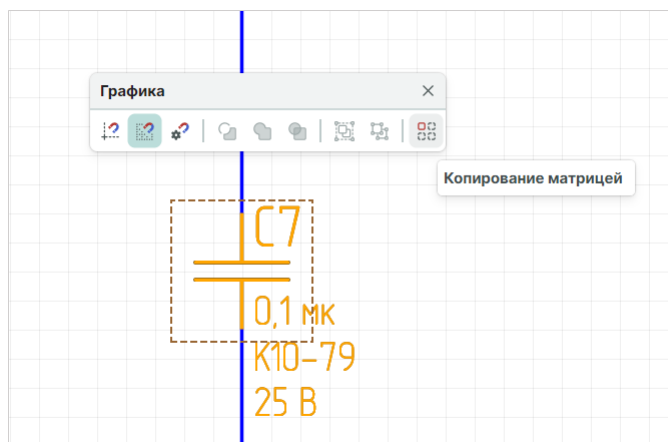

Рис. 215 Копирование объекта матрицей
- Выберите инструмент «Копирование матрицей» на панели инструментов «Графика», см. Рис. 215.